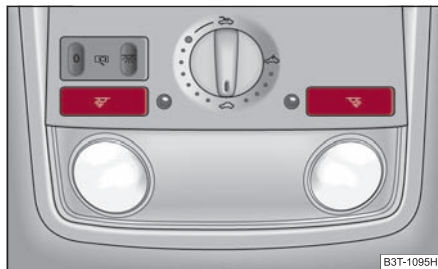
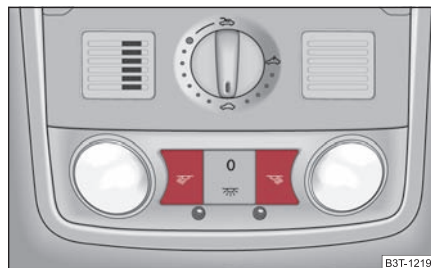

Fig. 64 Escotadura del revestimiento interior del techo: Lamparitas de lectura delanteras
Fig. 65 Escotadura del revestimiento interior del techo: Luces de lectura delanteras con vigilancia de habitáculo incorporada
- La lamparita de lectura derecha o bien izquierda se enciende o apaga pulsando el conmutador  ⇒ fig. 64 ⇒ fig. 65. ■